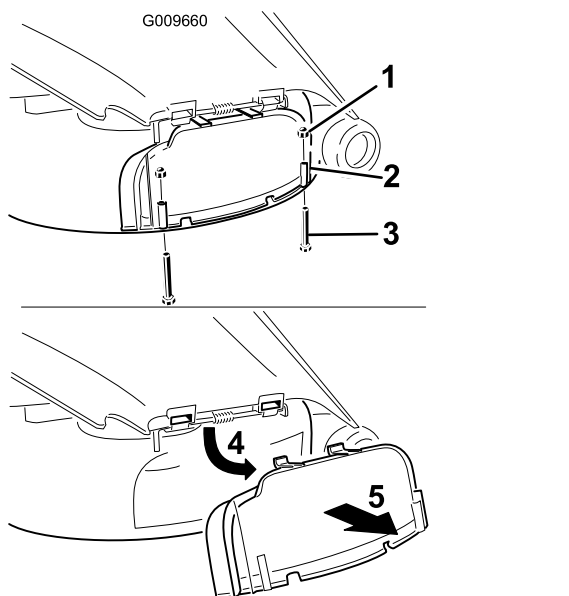

Figura 20
3. Rimuovete i due bulloni e dadi che fissano il coperchio dello scarico al tosaerba (Figura 20).